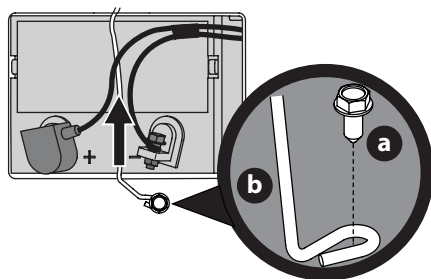

Figure 15
- Retirez la vis à bride hexagonale (a) fixant le support de fixation de la batterie (b) au châssis. Relevez ensuite le support de fixation de la batterie (b) pour dégager la batterie (Figure 15).